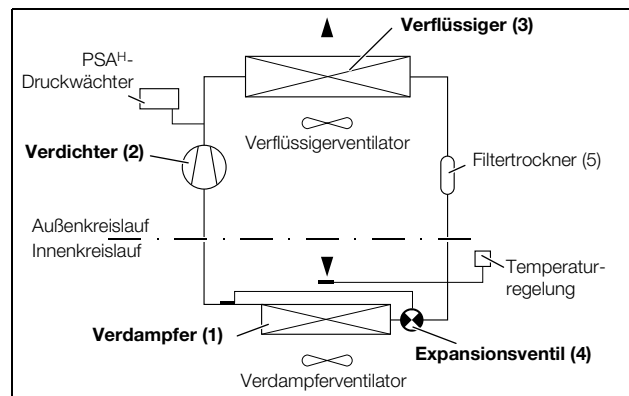

Abb. 3: Kältekreislauf
Das Kühlgerät (Kompressionskälteanlage) besteht aus den vier Hauptbestandteilen (vgl. Abb. 3): Verdampfer (1), Kältemittelverdichter (Kompressor) (2), Verflüssiger (Kondensator) (3) sowie dem Regel- bzw. Expansionsventil (4), die durch Rohrleitungen miteinander verbunden sind. Dieser Kreislauf ist mit einem leicht siedenden Stoff, dem Kältemittel, aufgefüllt. Das Kältemittel R134a (CH2FCF3) ist chlorfrei. Sein Ozon-Zerstörungs-Potenzial (OZP) beträgt 0.